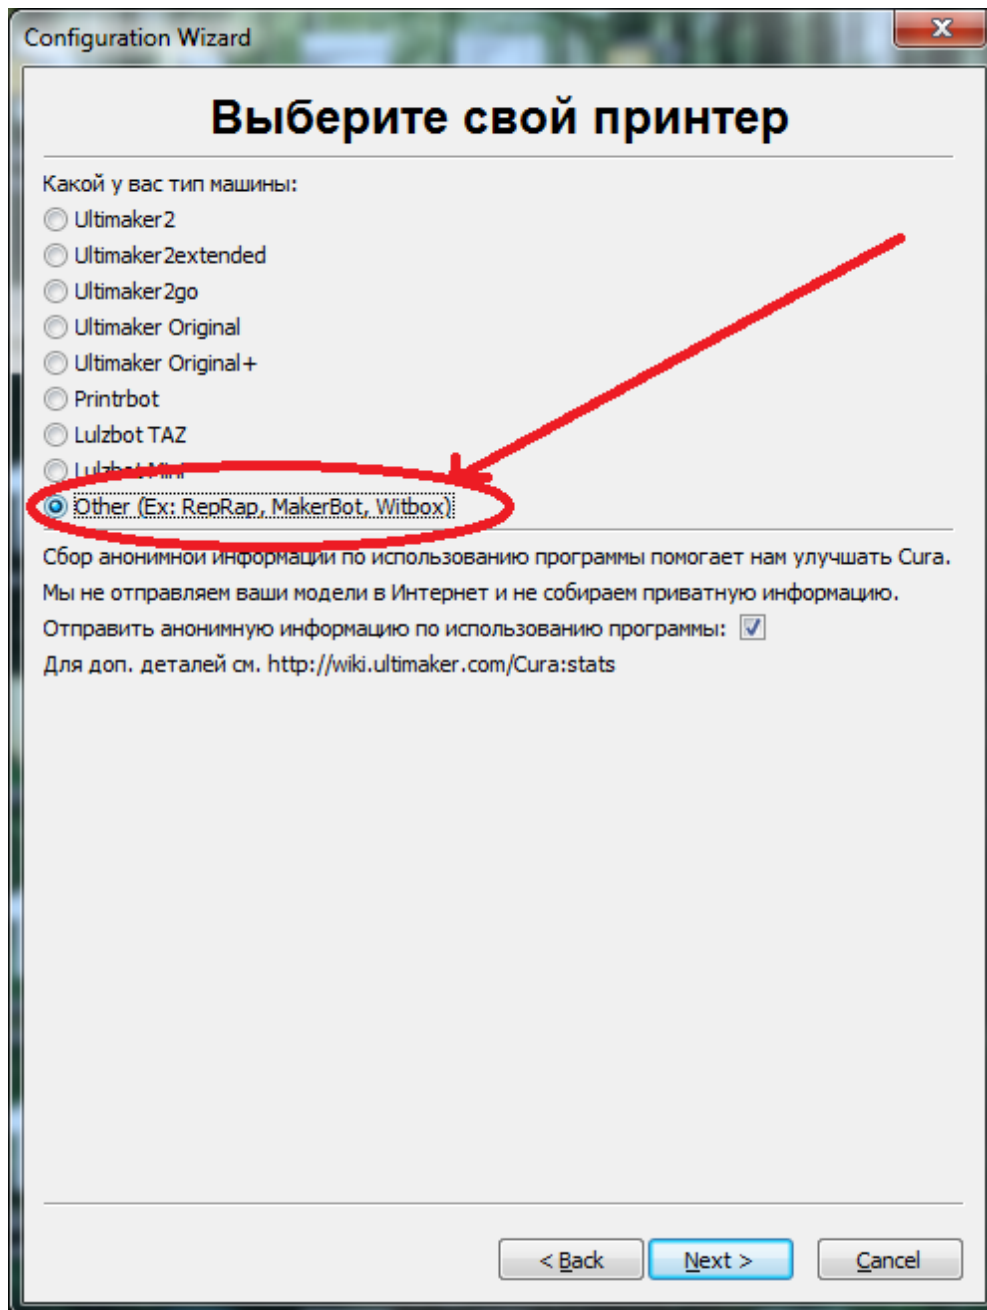

Рисунок 18. «Other»
17) Выберите пункт «Other» и нажмите кнопку « Next», рисунок 18